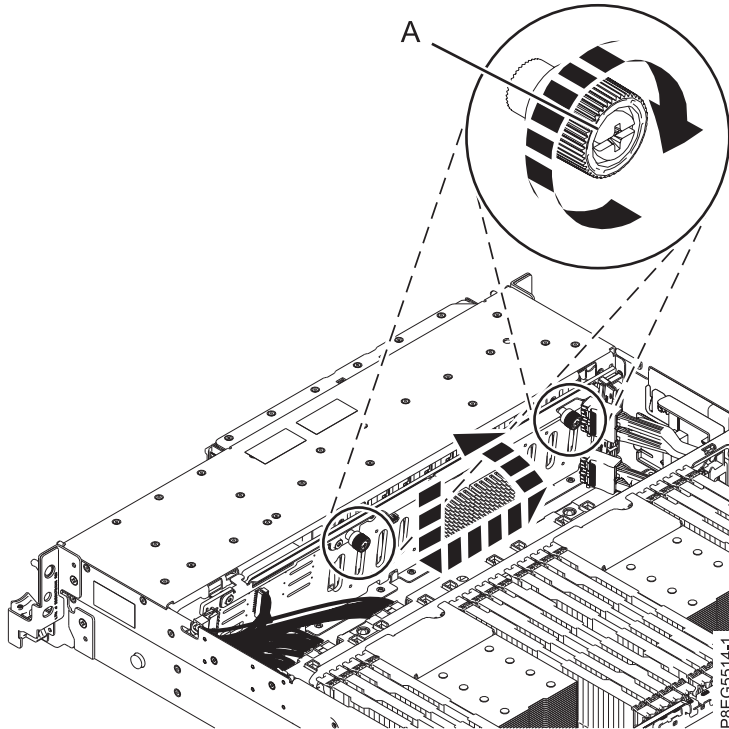

Figura 19. Fijación de la placa posterior de la unidad de disco
4. Complete ahora la instalación de la placa posterior. Utilice el reborde en la parte superior de la placa posterior de la unidad de disco y mire a la parte frontal del sistema. Incline la placa posterior hacia la parte posterior e introdúzcala en el chasis. Alinee los orificios de la placa posterior con las pestañas del chasis para insertarla en el sistema. Mueva la placa posterior ligeramente para encajarla en su sitio, como se muestra en la Figura 19 en la página 22.
5. Apriete con cuidado los tornillos cautivos (A) hasta que cada uno quede fijo en el chasis del sistema.